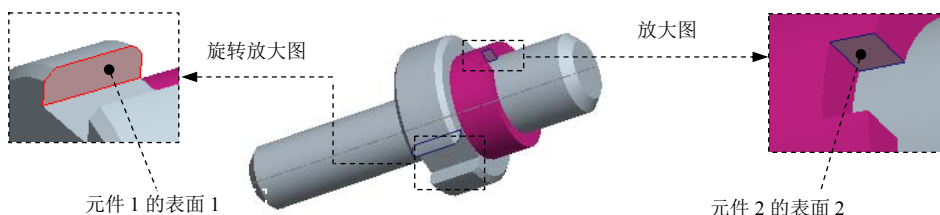

图 5.3.5 对齐表面选取
(1) 在操控板中单击 **放置** 按钮，在弹出的“放置”界面中取消选中 ☐ **允许假设** 复选框。
(2) 设置元件的定向。
① 在“放置”界面中，单击“新建约束”字符，在 **约束类型** 下拉列表框中选择 **角度偏移** 选项。
② 分别选取图 5.3.5 所示元件 1 上的表面 1 以及元件 2 上的表面 2；偏移角度值设为 0.0。
(3) 在元件放置操控板中单击 **✓** 按钮。